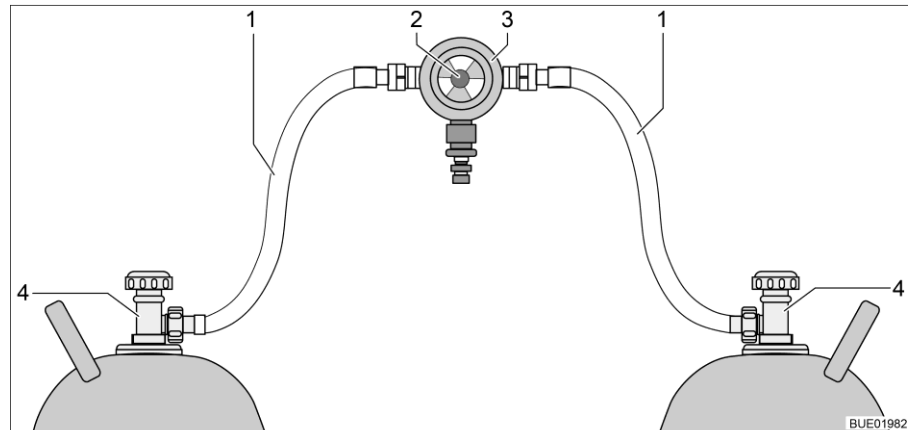
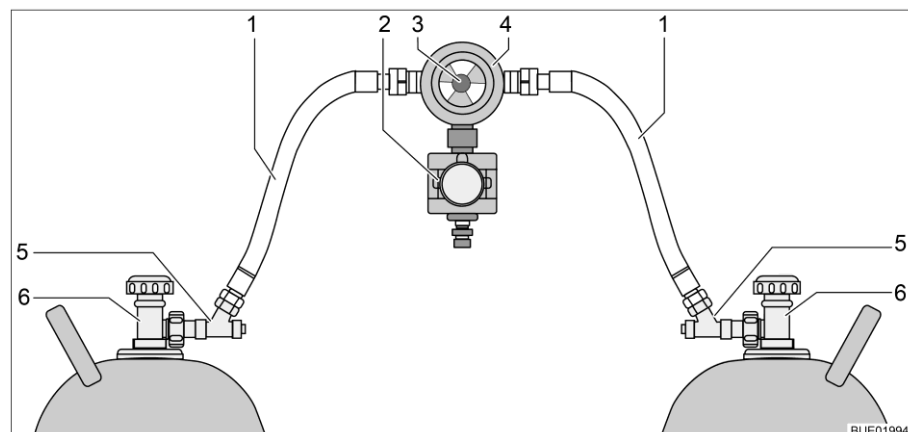

Bild 39 Gasflaschen-Umschaltanlage
Bild 40 Gasflaschen-Umschaltanlage mit CPU
Die Gasflaschen-Umschaltanlage besteht aus einem kombinierten Gasdruckregler mit Umschaltventil und Anzeige (Bild 39,3). Die Gasflaschen-Umschaltanlage ist zwischen den beiden Gasschläuchen (Bild 39,1) montiert.
Die Gasflaschen-Umschaltanlage besteht aus einem kombinierten Gasdruckregler mit Umschaltventil und Anzeige (Bild 40,4) und einem Elektroventil (Bild 40,2). Das Elektroventil sperrt bei Vollbremsung, Unfall oder ungewöhnlich großer Schräglage die Gaszufuhr zum Fahrzeug. Die Gasflaschen-Umschaltanlage ist zwischen den beiden Gasschläuchen (Bild 40,1) mit Schlauchbruchsicherungen (Bild 40,5) montiert.
Mit dem Drehknopf (Bild 39,2 bzw. Bild 40,3) an der Gasflaschen-Umschaltanlage lässt sich bestimmen, welche der Gasflaschen als Betriebsflasche und welche Gasflasche als Reserveflasche verwendet wird.
An der Bedieneinheit (Bild 41) können nur die elektrischen Funktionen geschaltet werden. Die Haupt-Absperrventile der Gasflaschen (Bild 39,4 bzw. Bild 40,6) müssen von Hand geöffnet oder geschlossen werden.
- Haupt-Absperrventile an den Gasflaschen (Bild 39,4 bzw. Bild 40,6) öffnen.
- Schlauchbruchsicherungen (Bild 40,5) nacheinander 10 Sekunden lang drücken.
- Mit dem Drehknopf (Bild 39,2 bzw. Bild 40,3) an der Umschaltanlage die Gasflasche wählen, der vorrangig das Gas entnommen werden soll (Betriebsflasche).
- Haupt-Absperrventile an den Gasflaschen (Bild 39,4 bzw. Bild 40,6) schließen.